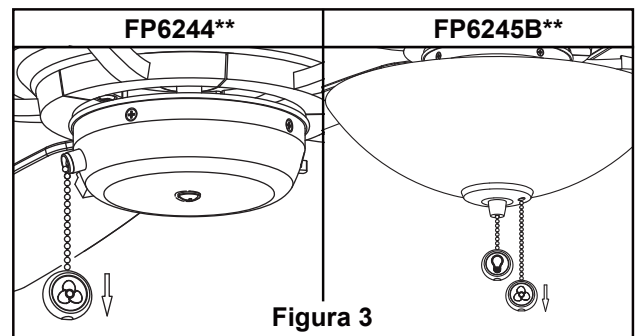

Figura 3
- 3.** Verifique el funcionamiento del ventilador tirando levemente de la cadena de encendido/apagado para el control de la velocidad. (Figura 3)